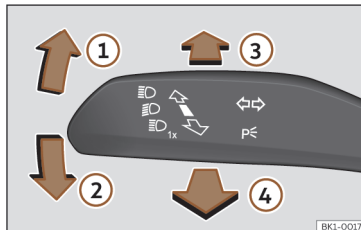

Abb. 82 Blinker- und Fernlichthebel (ausstattungsabhängig).
- Drücken Sie den Blinker- und Fernlichthebel aus der Ausgangsstellung nach vorne >>> **Abb. 82** ③.
- **ODER:** Ziehen Sie bei eingeschaltetem Fernlichtassistenten den Blinker- und Fernlichthebel nach hinten»» **Abb. 82** .